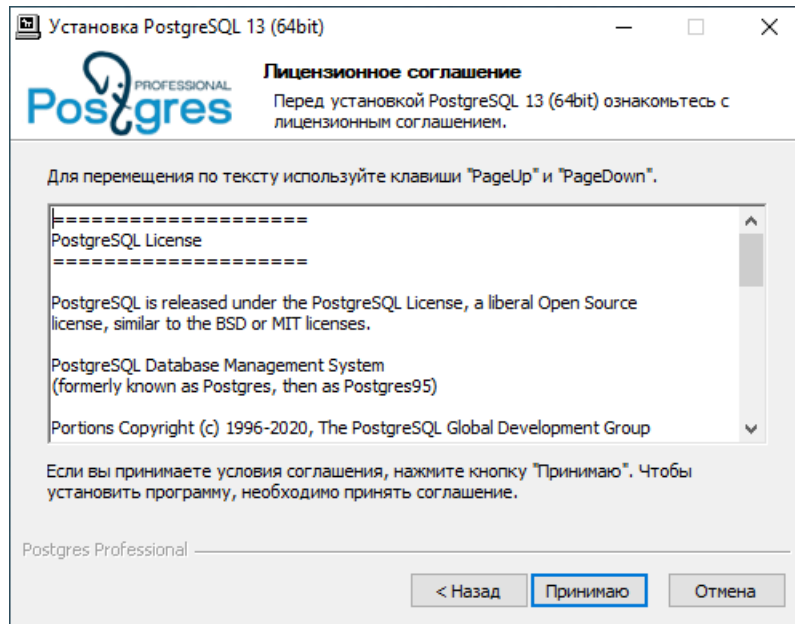

Рисунок 3 - Установка PostgreSQL
4. Ознакомьтесь с лицензионным соглашением и нажмите **Принимаю** (Рисунок 3).